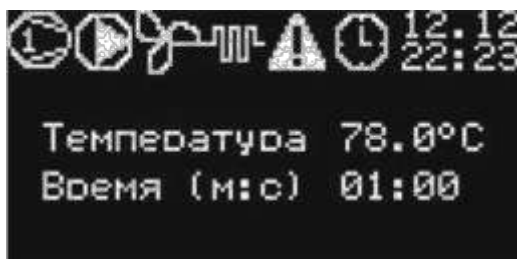

Рис. 6 - Главный экран
- в режиме главного экрана (см. Рис. 6), на котором отображается текущая информация о состоянии системы (текущая температура камеры, заданное время прохождения камеры, информация о работающих устройствах или наличие аварий) нажмите один раз клавишу ВНИЗ (ВВЕРХ) - появится экран изменения уставки температуры. При нажатии клавиши ВНИЗ (ВВЕРХ) два раза появится экран изменения уставки времени прохождения камеры;